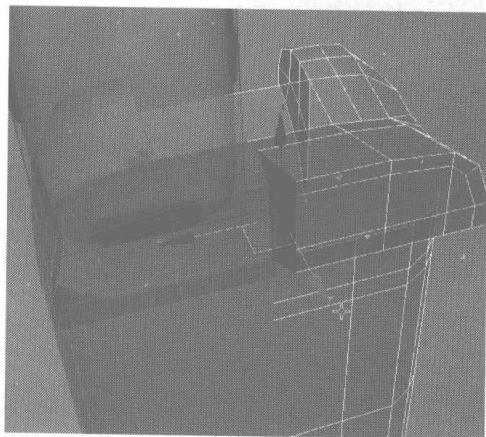
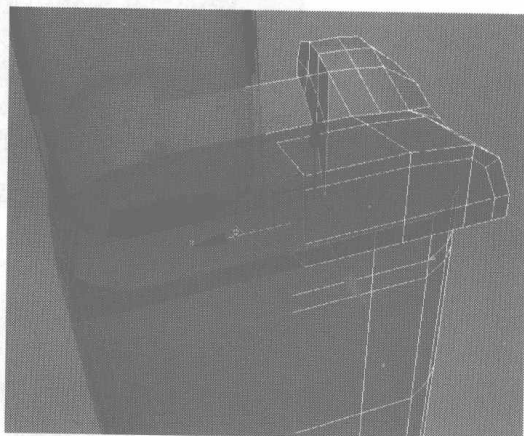

图 4.262
图 4.263
- 13** 将手机显示屏物体隐藏，按 Delete 键删除如图 4.262 所示的面，并拉伸如图 4.263 所示的边线。